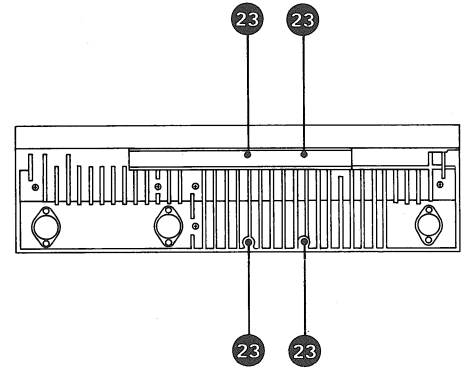

Fig. 3.5.-4
- Remove 4 transformer mounting screws (23) (fig. 3.5. - 4).
- Débrancher les contacts A.M.P. du câble gris (22) d'alimentation secteur (Fig. 3.5. - 3) du circuit de commande du mécanisme (A5).
- Défaire la bride (21) (Fig. 3.5. - 3).
- Débrancher la fiche peigne (20) (Fig. 3.5. - 3) du circuit relais (A 3).
- Dévisser diagonalement les 4 vis de fixation du transformateur (23) (Fig. 3.5. - 4).